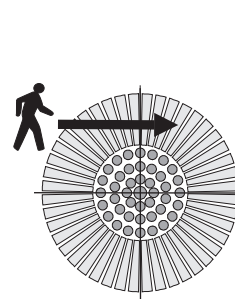
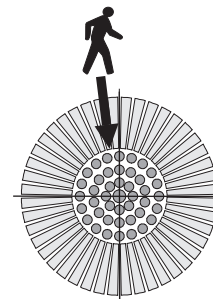

FIG. 6
FIG. 7
- Para la instalación, tener en cuenta que el detector es más sensible a los movimientos que atraviesan su campo de acción (FIG. 6) que a los movimientos hacia el detector (FIG. 7).